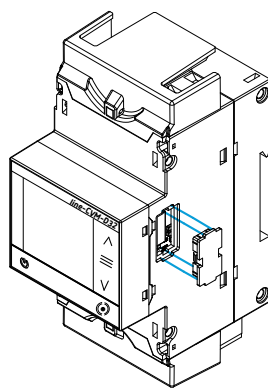

Figura 8: Instalación paso 1.
1.- Retirar las tapas protectoras del conector de expansión, que se encuentran en la parte lateral de los equipos, con un destornillador de punta plana (**Figura 8**).